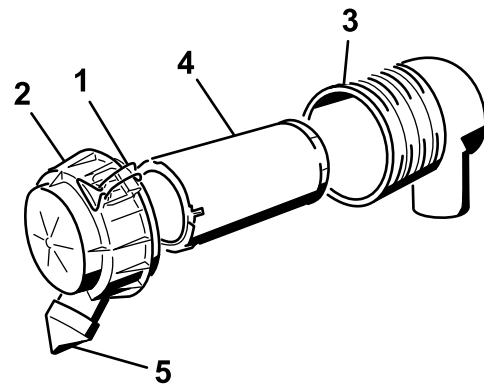

Bild 21
3. Lösen Sie die Riegel am Luftfilter und ziehen Sie die Luftfilterabdeckung vom Luftfiltergehäuse ab (Bild 21).
6. Schieben Sie den Filter vorsichtig aus dem Luftfiltergehäuse heraus (Bild 21).
8. Setzen Sie den Filter vorsichtig ein (Bild 21).
9. Setzen Sie die Luftfilterabdeckung auf (die Staubkappe sollte nach unten zeigen) und befestigen Sie die Riegel (Bild 21).